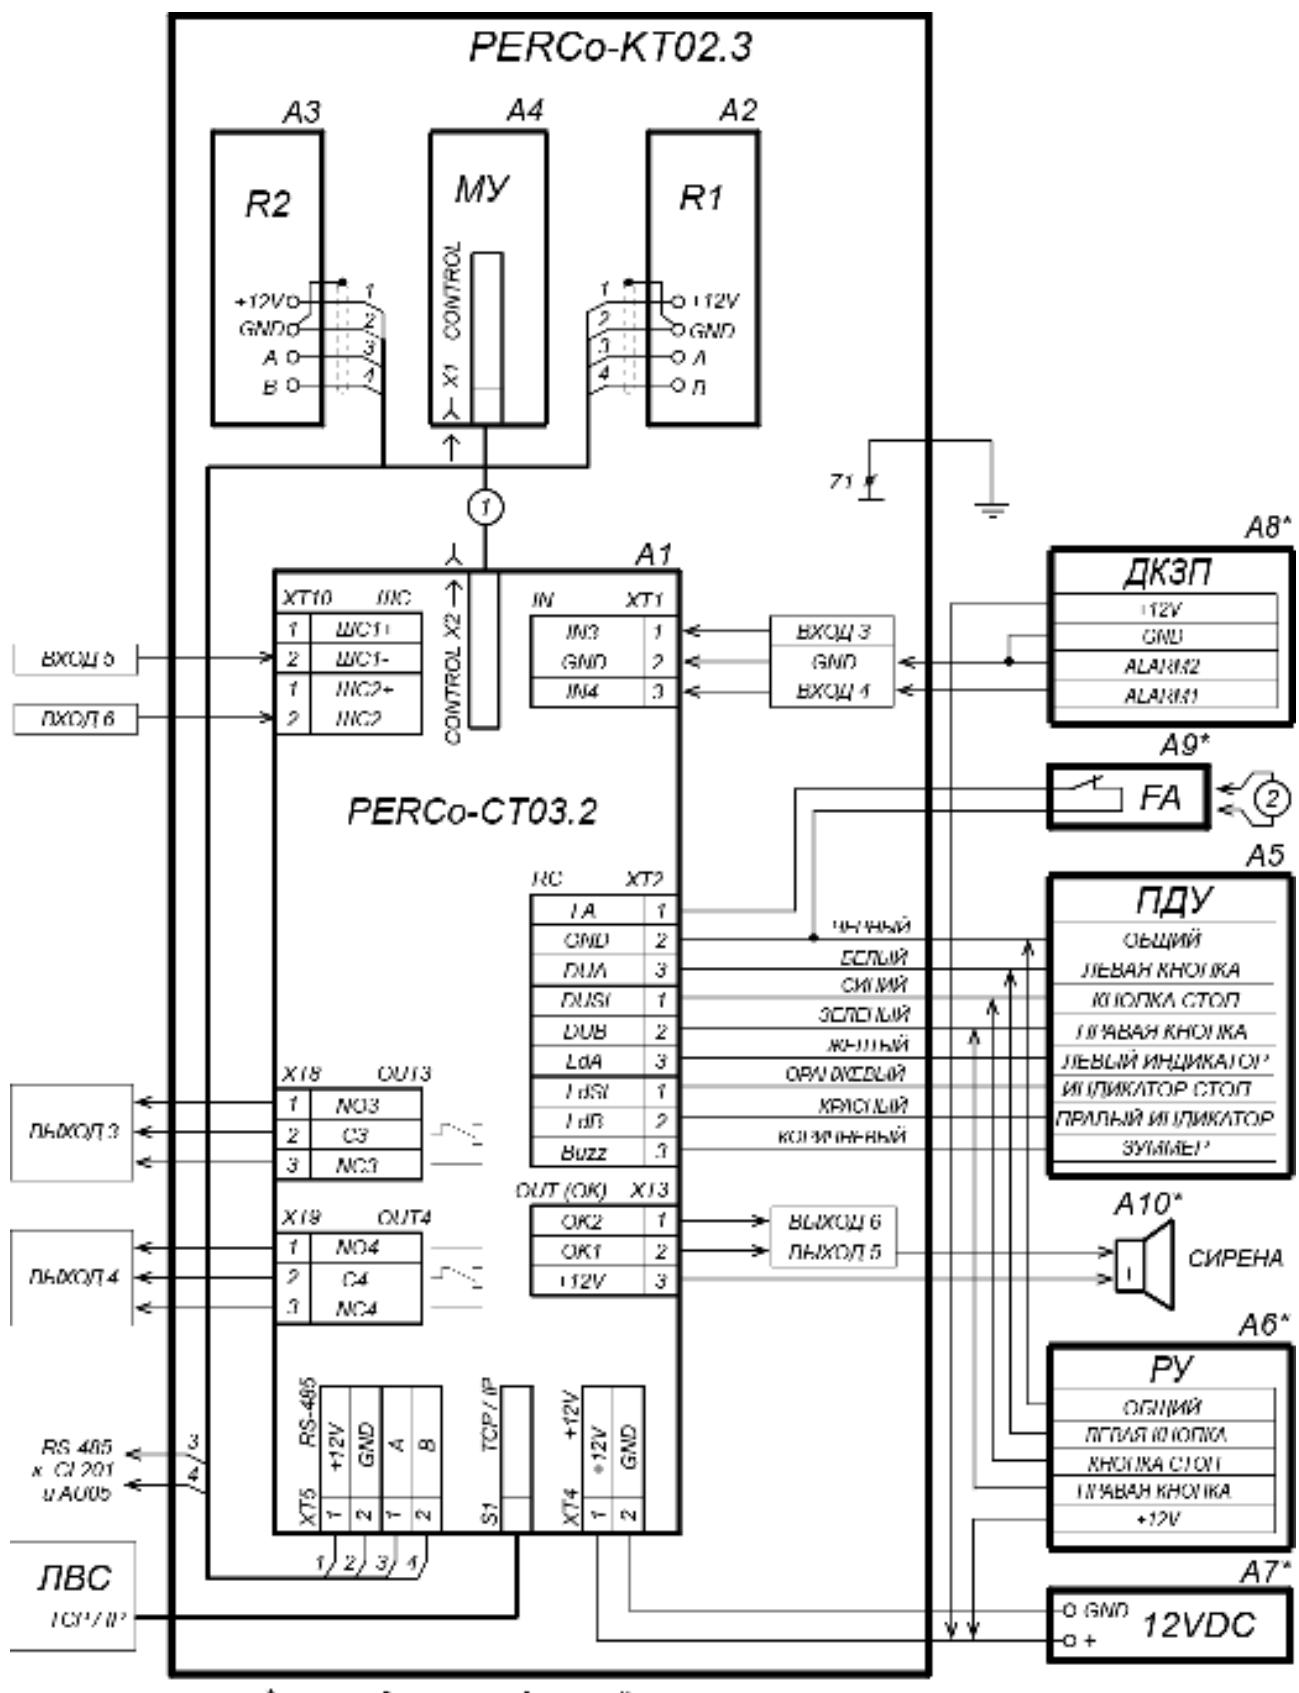

Рисунок 12. Схема подключения ЭП и дополнительного оборудования
Расположение клеммных колодок на нижней плате контроллера ЭП показано на рис. 5, назначение контактов клеммных колодок указано в табл. 1. Схема подключения приведена на рис. 12. Используемые при подключении типы кабелей указаны в табл. 4. При монтаже ЭП придерживайтесь следующей последовательности действий:
10. Подключите кабель питания (12) к клеммной колодке **XT4** на нижней плате контроллера согласно схеме, приведенной на рис. 12.
- позиционные обозначения А1-А4 и Z – указаны на рис.12
11. Подключите кабель (10) ПДУ (9) к клеммной колодке **XT2** согласно схеме, приведенной на рис. 12.
12. Подключите, при необходимости, кабели от других устройств к соответствующим клеммным колодкам нижней платы контроллера согласно схеме, приведенной на рис. 12.